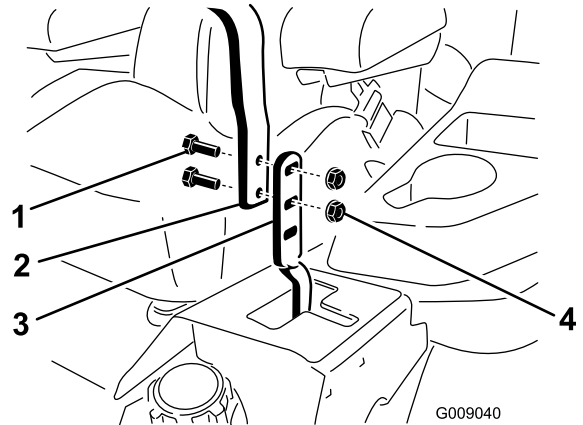

Figura 78
3. Afloje los pernos y las tuercas con arandela prensada de las palancas (Figura 78).
4. Alinee las palancas en el sentido adelante/atrás acercándolas a la posición de PUNTO MUERTO, y moviéndolas hasta que estén alineadas; luego apriete los pernos (Figura 78).